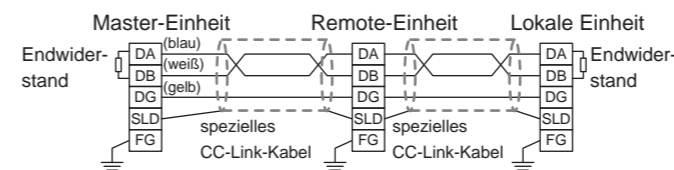

Abb. 2
- (2) An beiden Enden des CC-Link-Bus-Segments ist ein Endwiderstand erforderlich (siehe Abb. 2). Das Kabel muss ein spezielles Kabel für CC-Link sein.